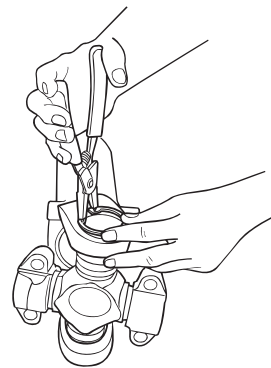

Figura 4.39
9. Use pinzas de aro elástico para instalar el segundo aro elástico en la ranura. Figura 4.39.